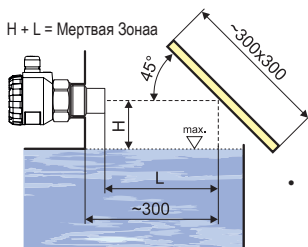

Рис. 11: Панель отражения
- Для уменьшения минимального расстояния до измеряемой среды к измерителю уровня можно установить отражающую панель из прочного, ровного и гладкого материала (рис. 11). Таким способом можно заполнить резервуар практически до максимальной высоты. Решение рекомендуется для открытых резервуаров и емкостей.